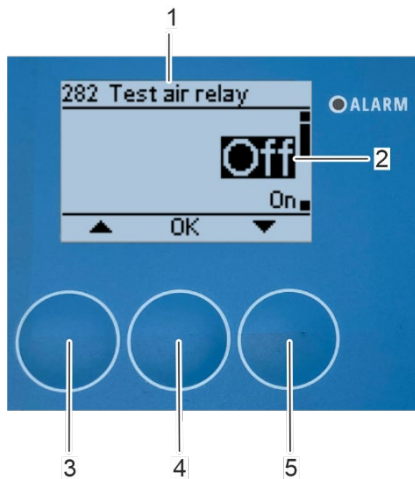

Abbildung 147: Schalten Sie das Druckluftrelais ab
⇒ Das Untermenü „282 Test des Luftrelais“ erscheint auf dem Bildschirm (Abbildung 147/1).
6. Wählen Sie das „aus“ (Abbildung 147/2) mit den Pfeiltasten [nach oben] (Abbildung 147/3) und [nach unten] (Abbildung 147/5).
7. Bestätigen Sie die Auswahl mit [OK] (Abbildung 147/4).